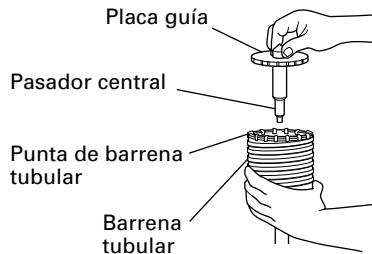

Fig. 20
(3) Insertar el pasador central en la placa guía hasta que se pare.
(4) Unir la placa guía con la barrena tubular y girar la placa guía hacia la izquierda o hacia la derecha de forma que no se caiga a pesar de estar indicando hacia abajo. (Fig. 20)